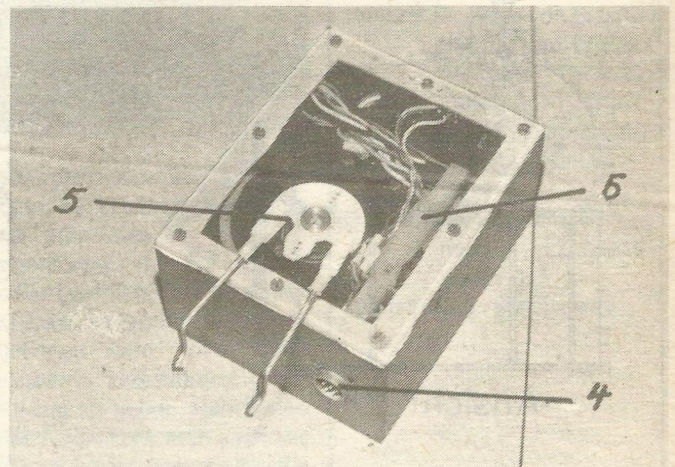

Bild 2:
- 4 nur Bild 2 Kombination von 1, 2 und 3